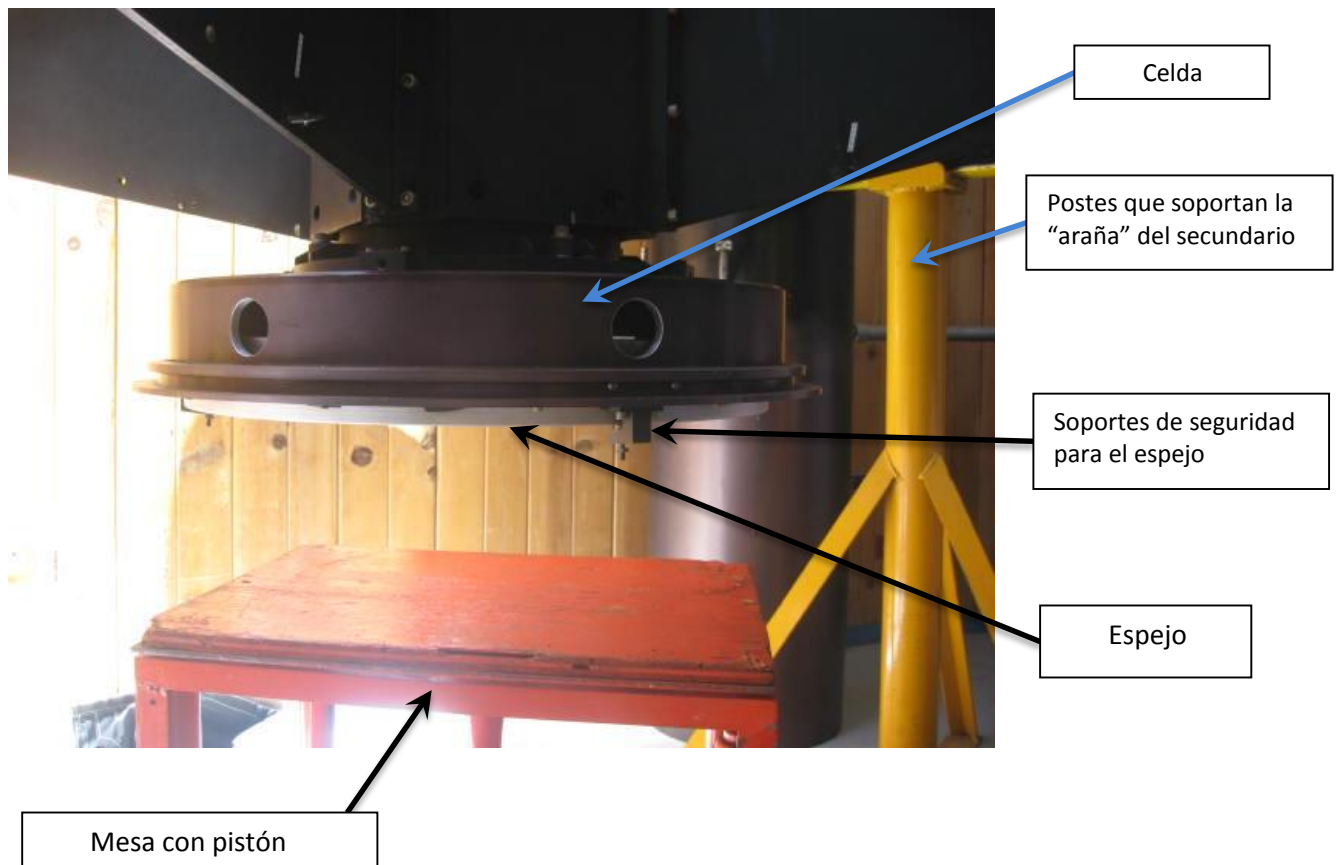

Figura 1: Secundario $f/7.5$ soportado en los postes.
- 3.1. Teniendo desmontado el secundario $f/7.5$ del telescopio y puesto sobre sus postes en el Piso del Telescopio de 2.12 m (ver *Figura 1*), se procede a colocar la mesa -cuya plataforma puede subir o bajar por la acción de un pistón hidráulico- con su plataforma completamente abajo.